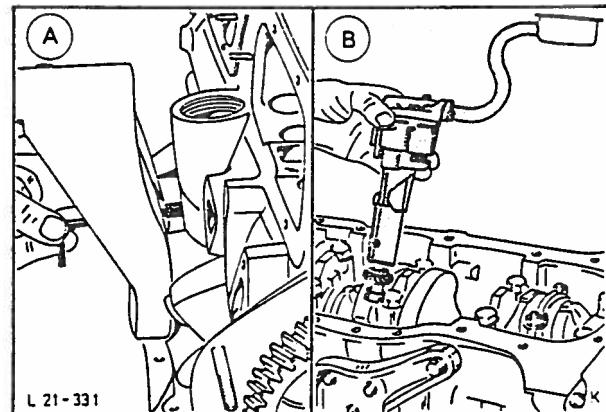

Fig. 49 A - Skru ut oljepumpens festeskrue
20. Demonter koppmutteren med tetningsring og deretter pumpens festeskrue. Trekk oljepumpen ut av motorblokken, fig. 49.